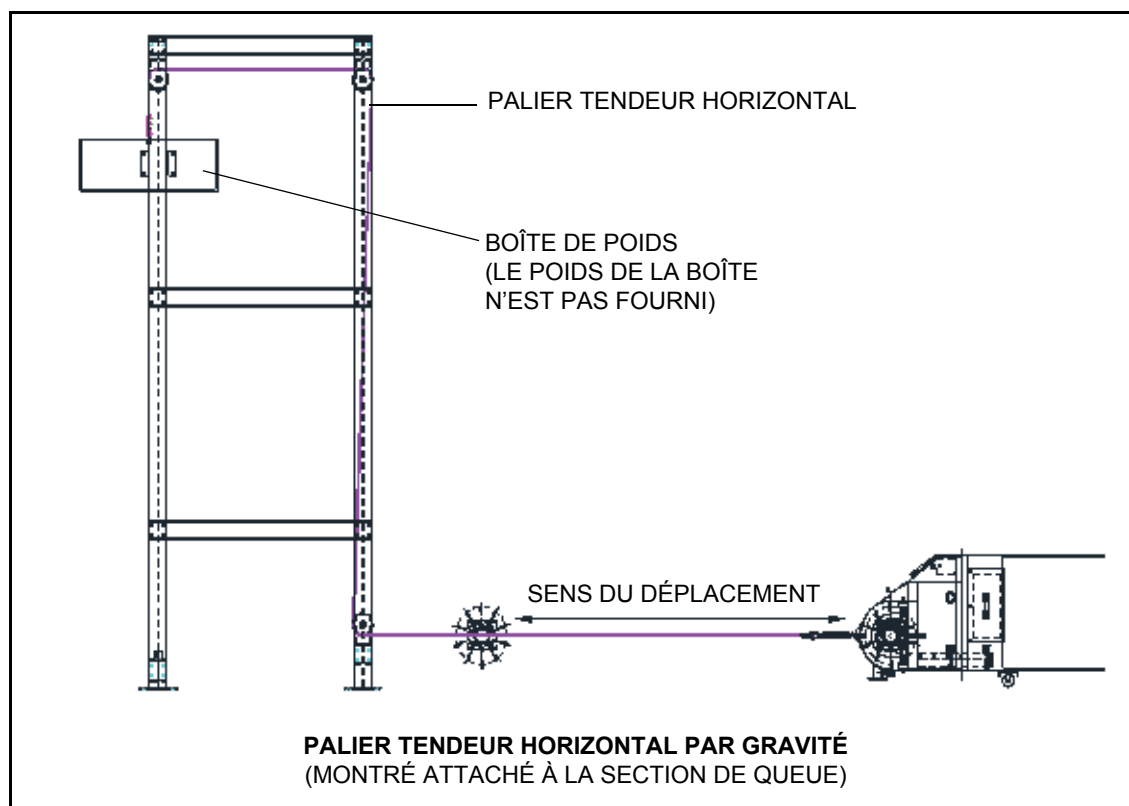

Figure 3.12
1. Installer l'assemblage de palier tendeur horizontal par gravité comme indiqué dans Figure 3.12. Se reporter au dessin d'agencement général.